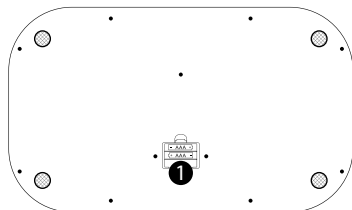

Рисунок 2.
5.2.2. Для замены батареек откройте отсек для батареек (1, рис.2), расположенный на обратной стороне основания весов.
5.2.4. Закройте крышку отсека для батареек (1, рис.2).